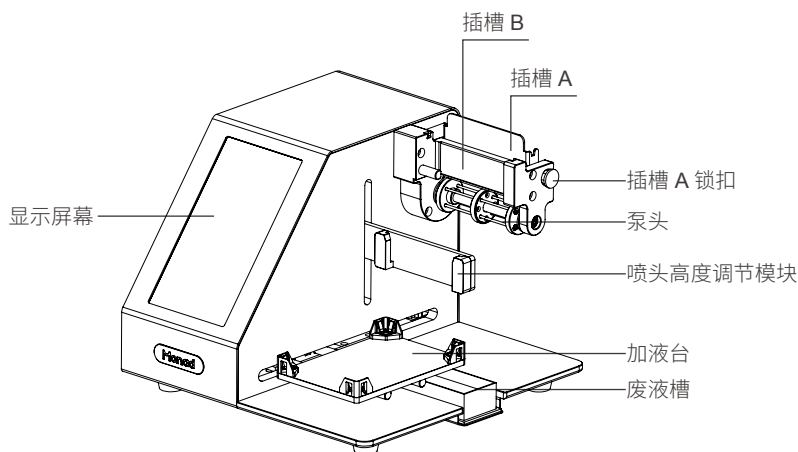

图 1 八道分液仪主机
3. 重新将 A 插槽安装到图 1 位置，用插槽 A 锁扣将其固定；